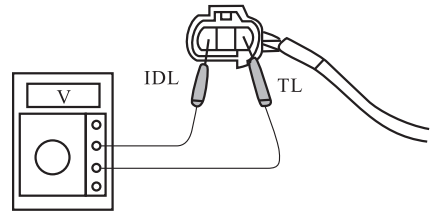

图 4-7 检测电源电压
(1) 一般性检查 开关触点式节气门位置传感器结构简单，对其检查时只需测量怠速触点和功率触点的通断情况即可判定其好坏；在节气门全闭时怠速触点应闭合，节气门略打开一点即断开。在节气门开度小于 50° 时，功率触点应断开，节气门开度超过 50° 时应闭合。
(2) 检测电源电压 触点开关式节气门位置传感器的电源电压检测如图 4-7 所示。